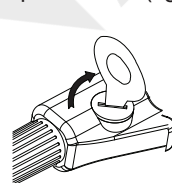

fig.3
---Rimettere il coperchio della batteria e ruotarlo in senso orario per fissarlo (fig. 3).